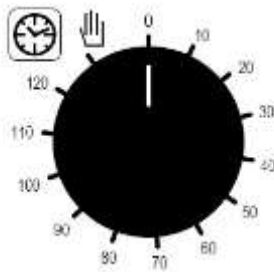

Fig. 3
**Programmation du temps de cuisson** - Mettre le bouton du programmateur (Fig. 3) sur le symbole  (fonctionnement continu) ou sur le temps voulu pour la cuisson (jusqu'à 120 minutes) pour allumer le four ; le four s'éteint automatiquement en fin de cuisson dans le second cas.
- In filer les épines en dotation dans les trous "A" qui sont présent sur le deux charnière (Fig.3);